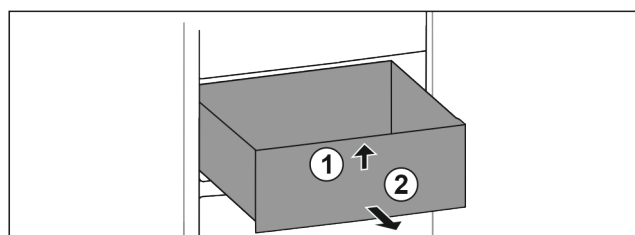

Fig. 89
- Lade aan de voorkant optillen. Fig. 89 (1)
- Lade naar voren toe verwijderen. Fig. 89 (2)